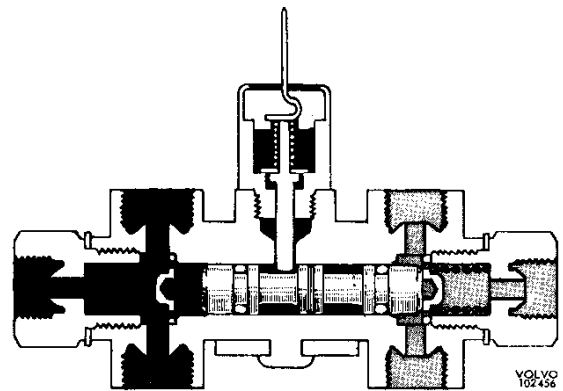

Abb. 44 Warnstellung
Führungsstift (4) abwärts gepreßt werden kann. Dabei erhält die Anschlußscheibe (2) Kontakt mit dem Gehäuse (3) und der Stromkreis wird geschlossen (Abb. 44). Der Führungsstift hindert die Kolben daran, in Normalstellung zurückzugehen wenn die Anlage drucklos wird. Dieser Fall kann erst dann eintreten, nachdem der Bremswarnschalter (3) herausgeschraubt worden ist.